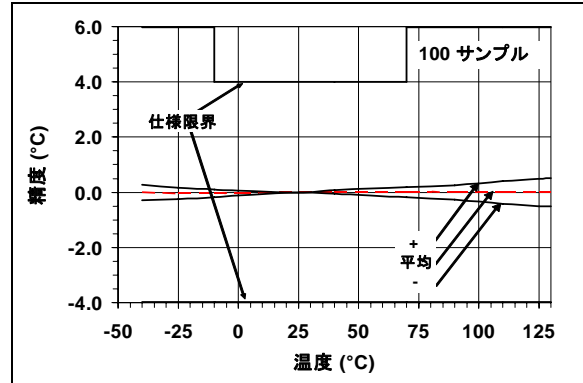

図 4-2: MCP9700 の校正後の精度
さらに高精度にするセンサー補償テクニックについては、AN1001 “IC Temperature Sensor Accuracy Compensation with a PICmicro® Microcontroller” (DS01001) を参照して下さい。このアプリケーションノートには、MCP9700 を室温で校正した上でさらに補償して、センサー精度を、動作温度範囲で±0.5°C (typ.) まで改善する方法が示されています。(図 4-2)。
- 図 4-2 と説明を追加